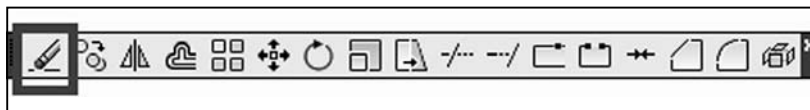

Рис. 4.2. Расположение пиктограммы команды «Стереть» на панели инструментов «*Редактировать*»
- ♦ щелкнуть мышью по кнопке  на панели инструментов «*Редактировать*» (рис. 4.2);